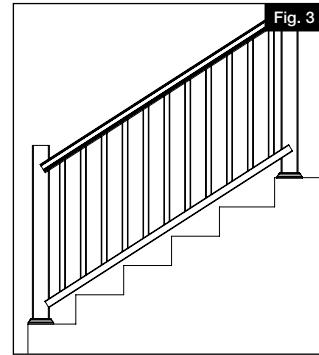

Fig. 3
- c. Placer la section de rampe d'escalier assemblée à côté des poteaux d'escalier installés (Fig. 3). Mesurer la distance entre le premier et le dernier barreau et les poteaux du haut et du bas en s'assurant que la distance est égale des deux côtés de la section de rampe (Fig. 4). Fixer la section en place au moyen de serre-joints (Fig. 5).